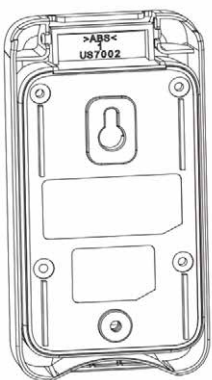

fig 1
- Step 1: praticare due fori per le viti sulla parete e installare la vite superiore. **(fig 1)**